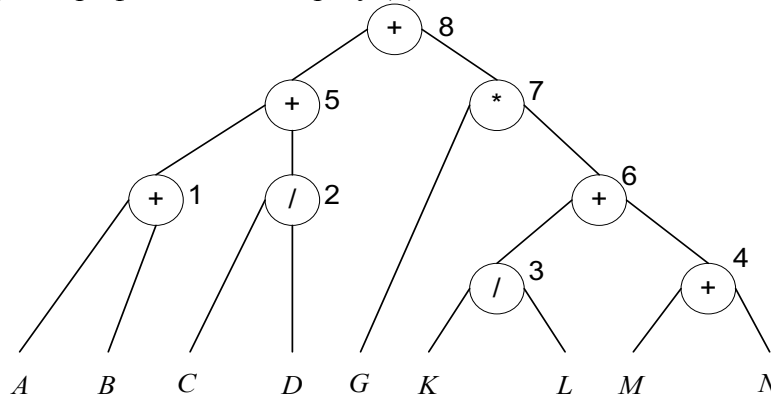
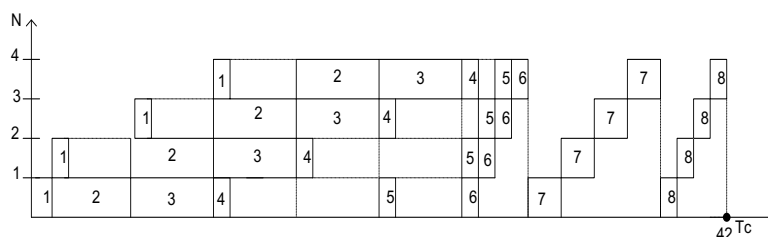

Рис. 1
Рис. 2
Будь-який арифметичний вираз із змінними можна графічно подати у вигляді дерева. На рис. 1 зображено дерево арифметичного виразу (3):
1) Розглянемо діаграму роботи конвеєра з динамічною перебудовою, наведеного на рис. 1, для випадку з $N=4$ (рис. 2).